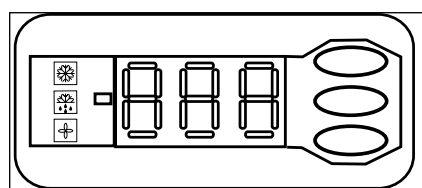

Figura 3: Afișaj controler
- Implicite, afișajul controlerului prezintă temperatura în °C pentru presiunea de aspirație. Pentru a afișa temperatura corespunzătoare presiunii de condensare, apăsați butonul inferior (figura 3).